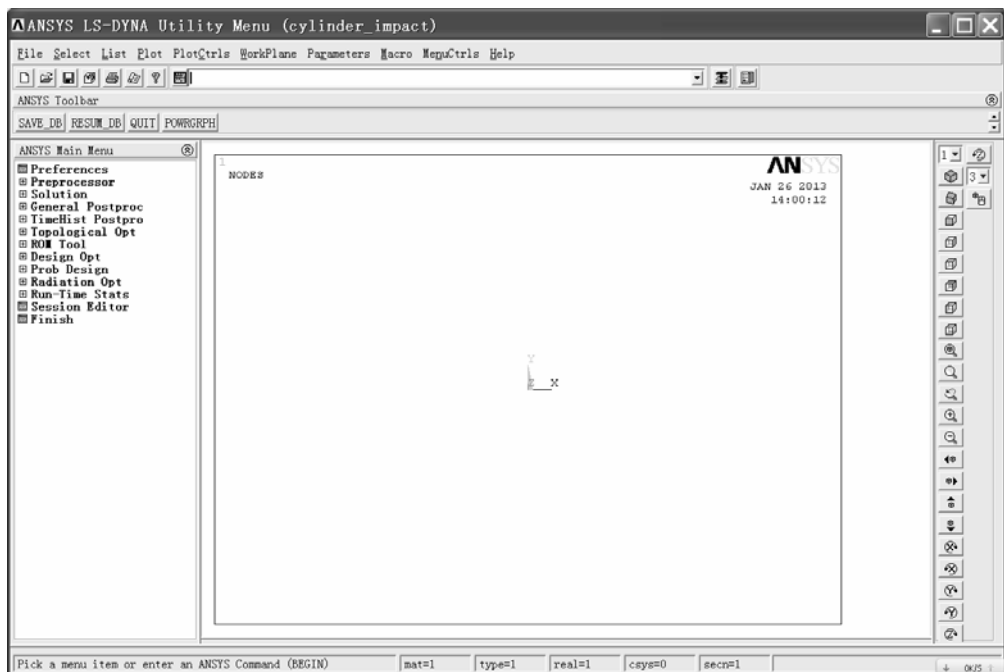

图 3-161 ANSYS LS-DYNA 操作界面
(1) 依次选择 Utility Menu>PlotCtrls>Style>Colors>Reverse Video, 将图形窗口的背景变为白色(见图 3-161),以便后续操作中更清楚地观看视图。